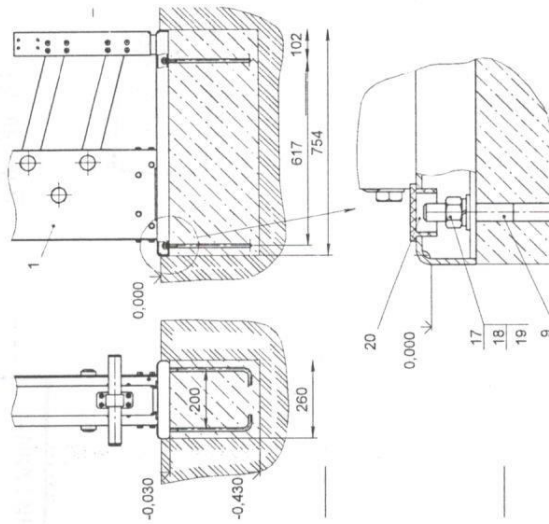

Рис.3
- 10.3.2 Убедиться в сухости и прочности залитого бетона. Установить платформу со стойкой (поз. 1; 2) на анкерные болты и зафиксировать, установить заглушки поз.20 (рис.3):